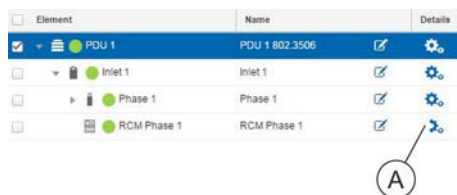

Abb. 178: Details des Elements "RCM Phase <Nr.>" aufrufen
2. In der Registerkarte "Status" die Details der betreffenden Zuleitung (Element "RCM") aufrufen (Abb. 178/Ⓐ).